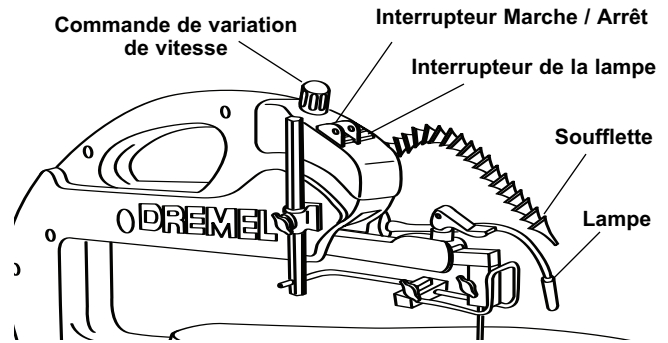

Figure 16. Réglage de la lampe ou de la Soufflette
Démarrez ou arrêtez l'outil à l'aide de l'interrupteur Marche (ON) [I] / Arrêt (OFF) [O], (Figure 16).
Mettez l'interrupteur de la lampe sur la position Marche (ON [I]). Mettez la lampe dans la position désirée pour éclairer la pièce à découper (Figure 16).
Placez la soufflette là où il faut pour souffler le bran de scie de la pièce (Figure 16).
Tournez la molette pour régler la vitesse de la scie, de la ponceuse à disque et des autres accessoires en option (Figure 16).